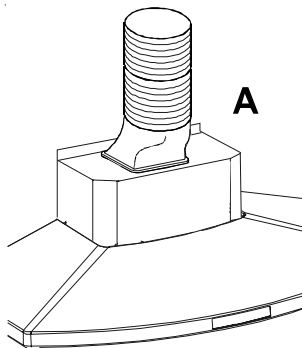

Рис. 1
- В режиме воздухоотвода воздух отводится в атмосферу по шлангу, который необходимо соединить с вытяжным патрубком. **Рис. 1.**